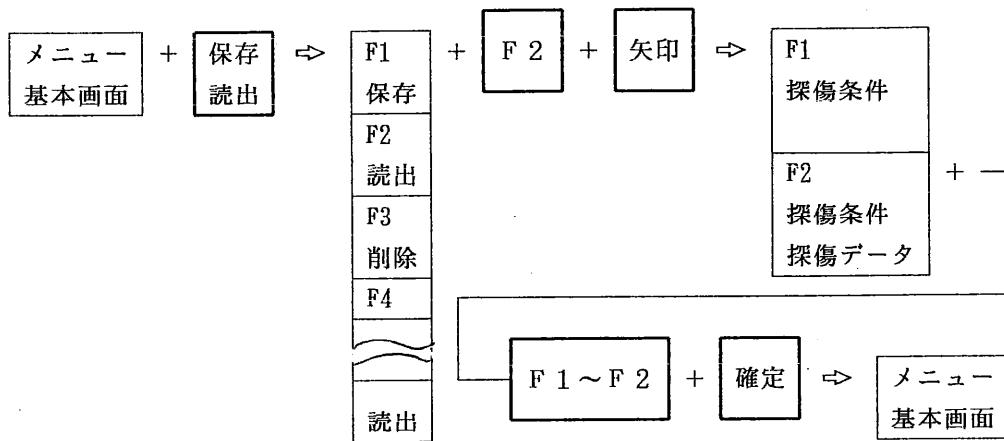

図 7.2.12 F F T に関する保存波形の読み出方法
- ① 機能キー [保存・読み出] を 1 回押します。図 7.2.12 の選択メニューが表示されます。図の操作手順で選択キー [F 2] を押し、確定キーを 1 回押すと、表示器にエコーの図形が表示されます。（保存を FFT 結果、RF 波形、DC 図形のいずれで行っても、読み出した図形は、予め指定した表示形式の図形になります。）
- ② 次に機能キー [FFT] を 1 回押します。この後は 7.2.3.1 又は 7.2.3.2 で説明した手順で、表示されたエコーを周波数分析できます。